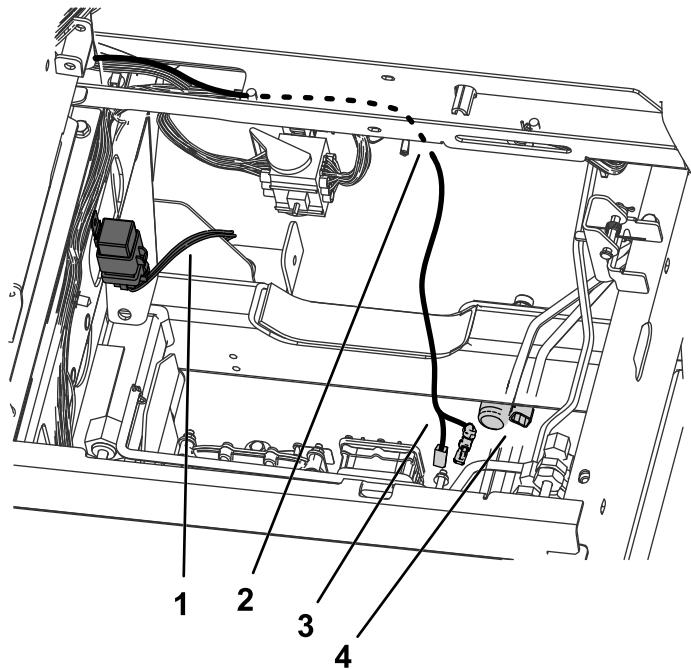
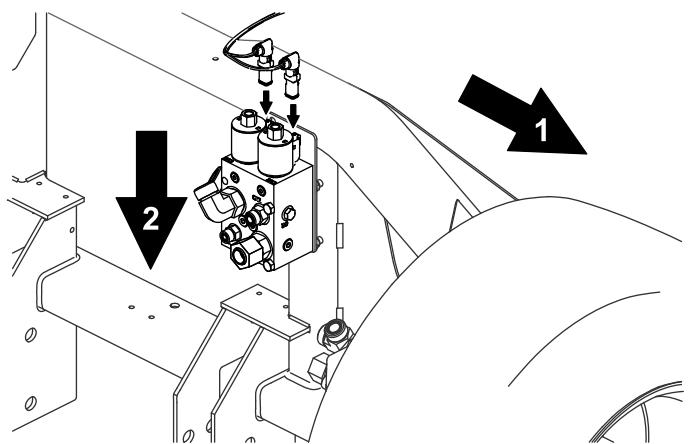

Figura 28
Figura 32
9. Encaminhe os 2 fios restantes que não estejam diretamente ligados ao relé ao longo da cablagem existente sob a estrutura até ficarem diretamente por cima do coletor de 3 vias (Figura 28).
13. Encaminhe as restantes extremidades soltas para baixo em torno da estrutura inferior e ligue-as às 2 bobinas no coletor do divisor de fluxo no interior do pneu frontal direito (Figura 28 e Figura 32).